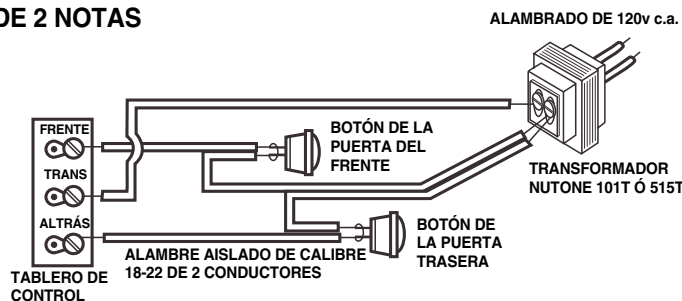
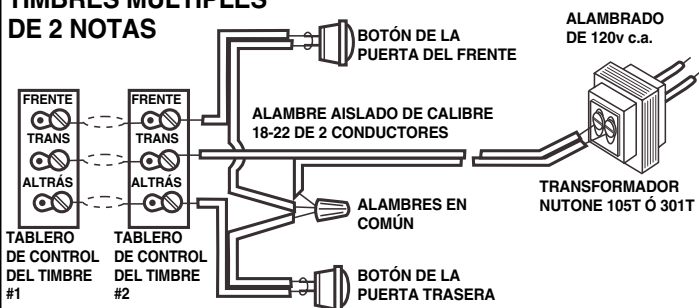

FIGURA 2
FIGURA 3
Refiérase a la Figura 2 para instalar sólo un timbre o a la Figura 3 para instalación de timbres múltiples. Corra alambre de calibre 18 al 22 con dos (2) conductores desde el transformador y el botón(los botones) hasta donde está localizado el timbre(los timbres). Ponga los alambres a través del hueco para alambrado en el plato de base del timbre(los timbres) y sujete el plato(los platos) de base a la pared a través de los huecos para montaje por medio de los tornillos que se proveen. Conecte el transformador y los alambres de los botones al tablero(los tableros) de control del timbre(de los timbres).